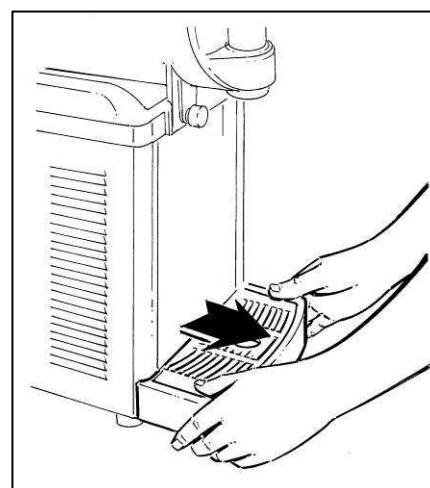

Fig. 18
- Smontare la vaschetta raccogli gocce tirandola verso l'esterno (fig.18).